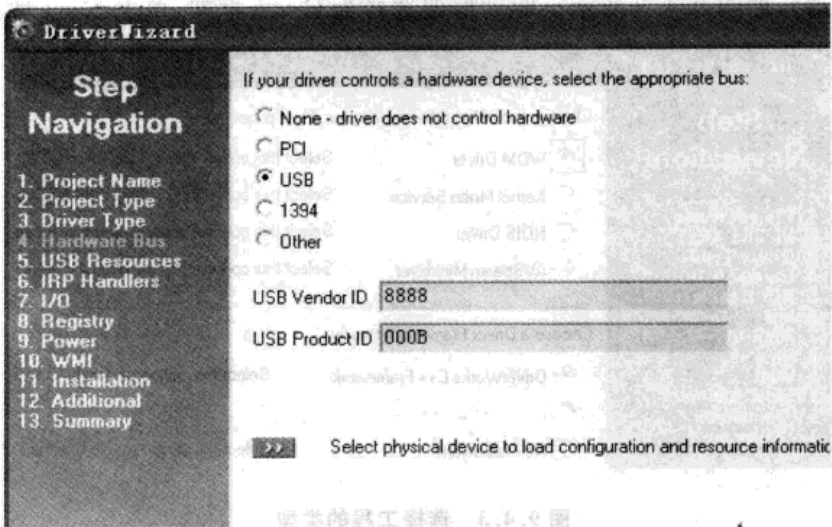

图 9.4.5 选择硬件总线类型
(4) 选择硬件总线的类型。在选择硬件总线类型的对话框中,选择为 USB 总线,如图 9.4.5 所示。这时将在下面出现设置 USB Vendor ID 和 USB Product ID 的文本框,在这里分别填入在固件中设定的 VID(8888)和 PID(000B),然后单击 Next 按钮。